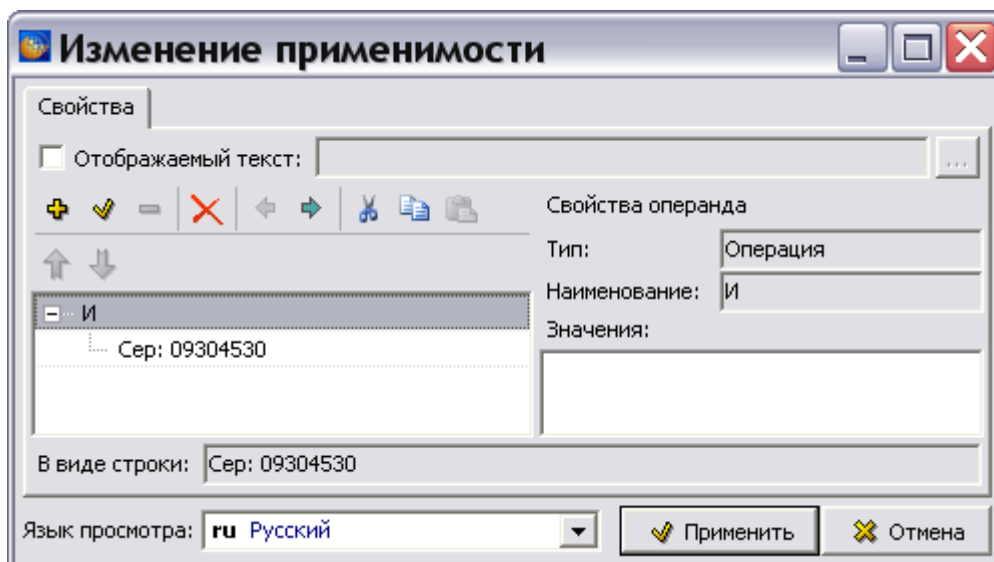

Рис. 96
- В окне **Добавление операнда/выражения** нажмите на кнопку **Применить** для возврата в окно **Изменение применимости** (Рис. 96).